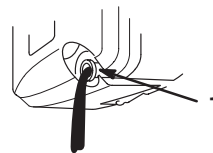

Figure 23
5. Basculez la tondeuse sur le côté **gauche** pour permettre à l'huile de s'écouler dans le bac de vidange (Fig. 23).